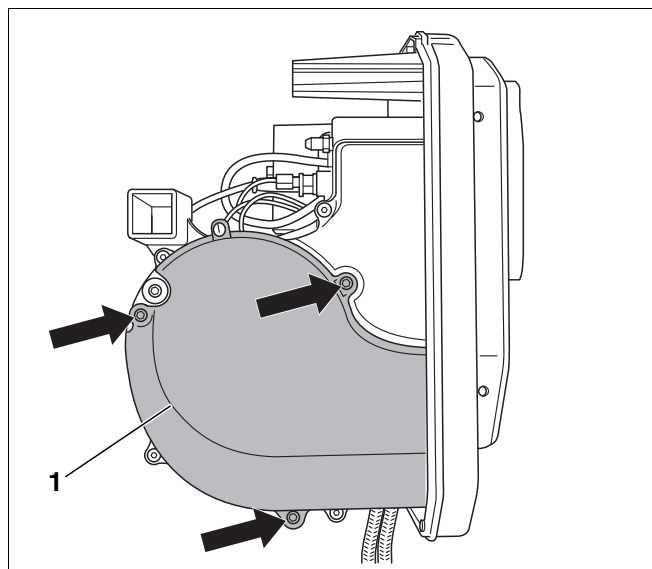
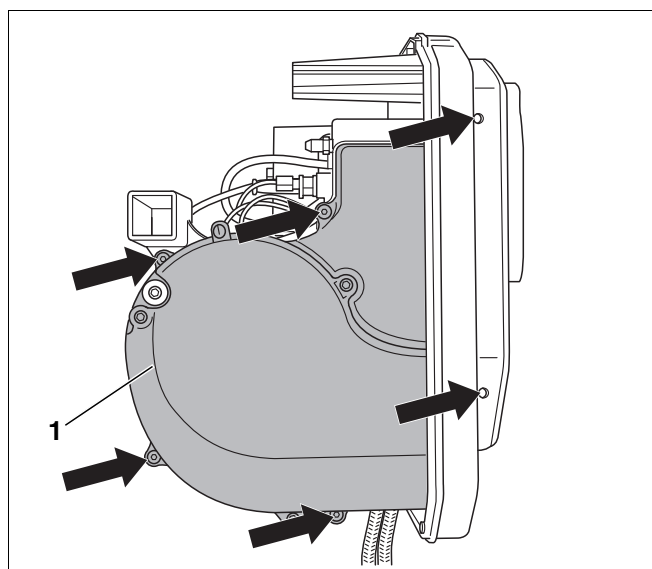

Abb. 41 Ansaugschalldämpfer bei Brennertypen 34 bis 68 demontieren
Abb. 42 Gebläseradabdeckung demontieren
Demontieren Sie den Ansaugschalldämpfer (Abb. 41, **Pos. 1**), bevor Sie die Gebläseradabdeckung lösen.
- Die Befestigungsschrauben (Abb. 41, Pfeile) lösen und den Ansaugschalldämpfer (Abb. 41, **Pos. 1**) abnehmen.
Die Positionen der sechs Befestigungsschrauben der Gebläseradabdeckung sind durch Pfeile in Abbildung 42 gekennzeichnet.
- Gebläseradabdeckung (Abb. 42, **Pos. 1**) und Ansaugschalldämpfer (Abb. 41, **Pos. 1**) wieder befestigen.